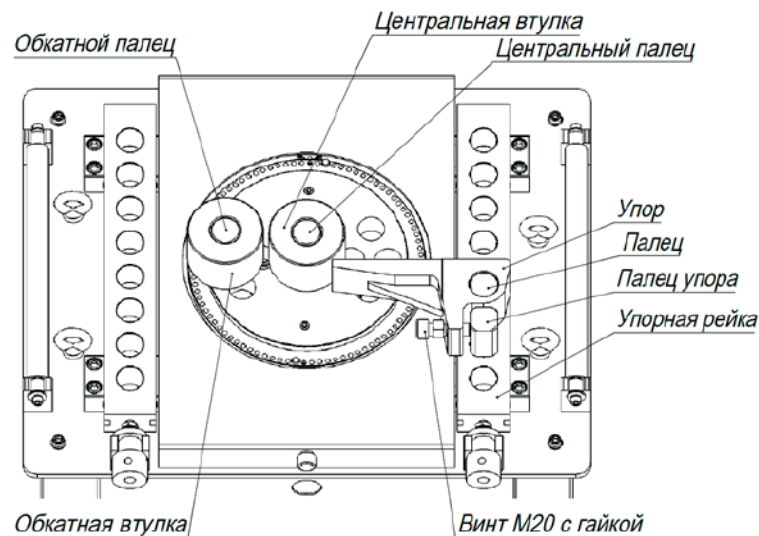

Рис. 3. Схема расположения гибочных приспособлений (VPK Г-55)
- установите упор в упорную рейку. Упор необходимо зафиксировать при помощи пальца упора и винта M20 с гайкой (для станка VPK Г-55) (см. рис. 3). Для гибки больших диаметров арматуры рекомендуется использовать обкатные втулки;